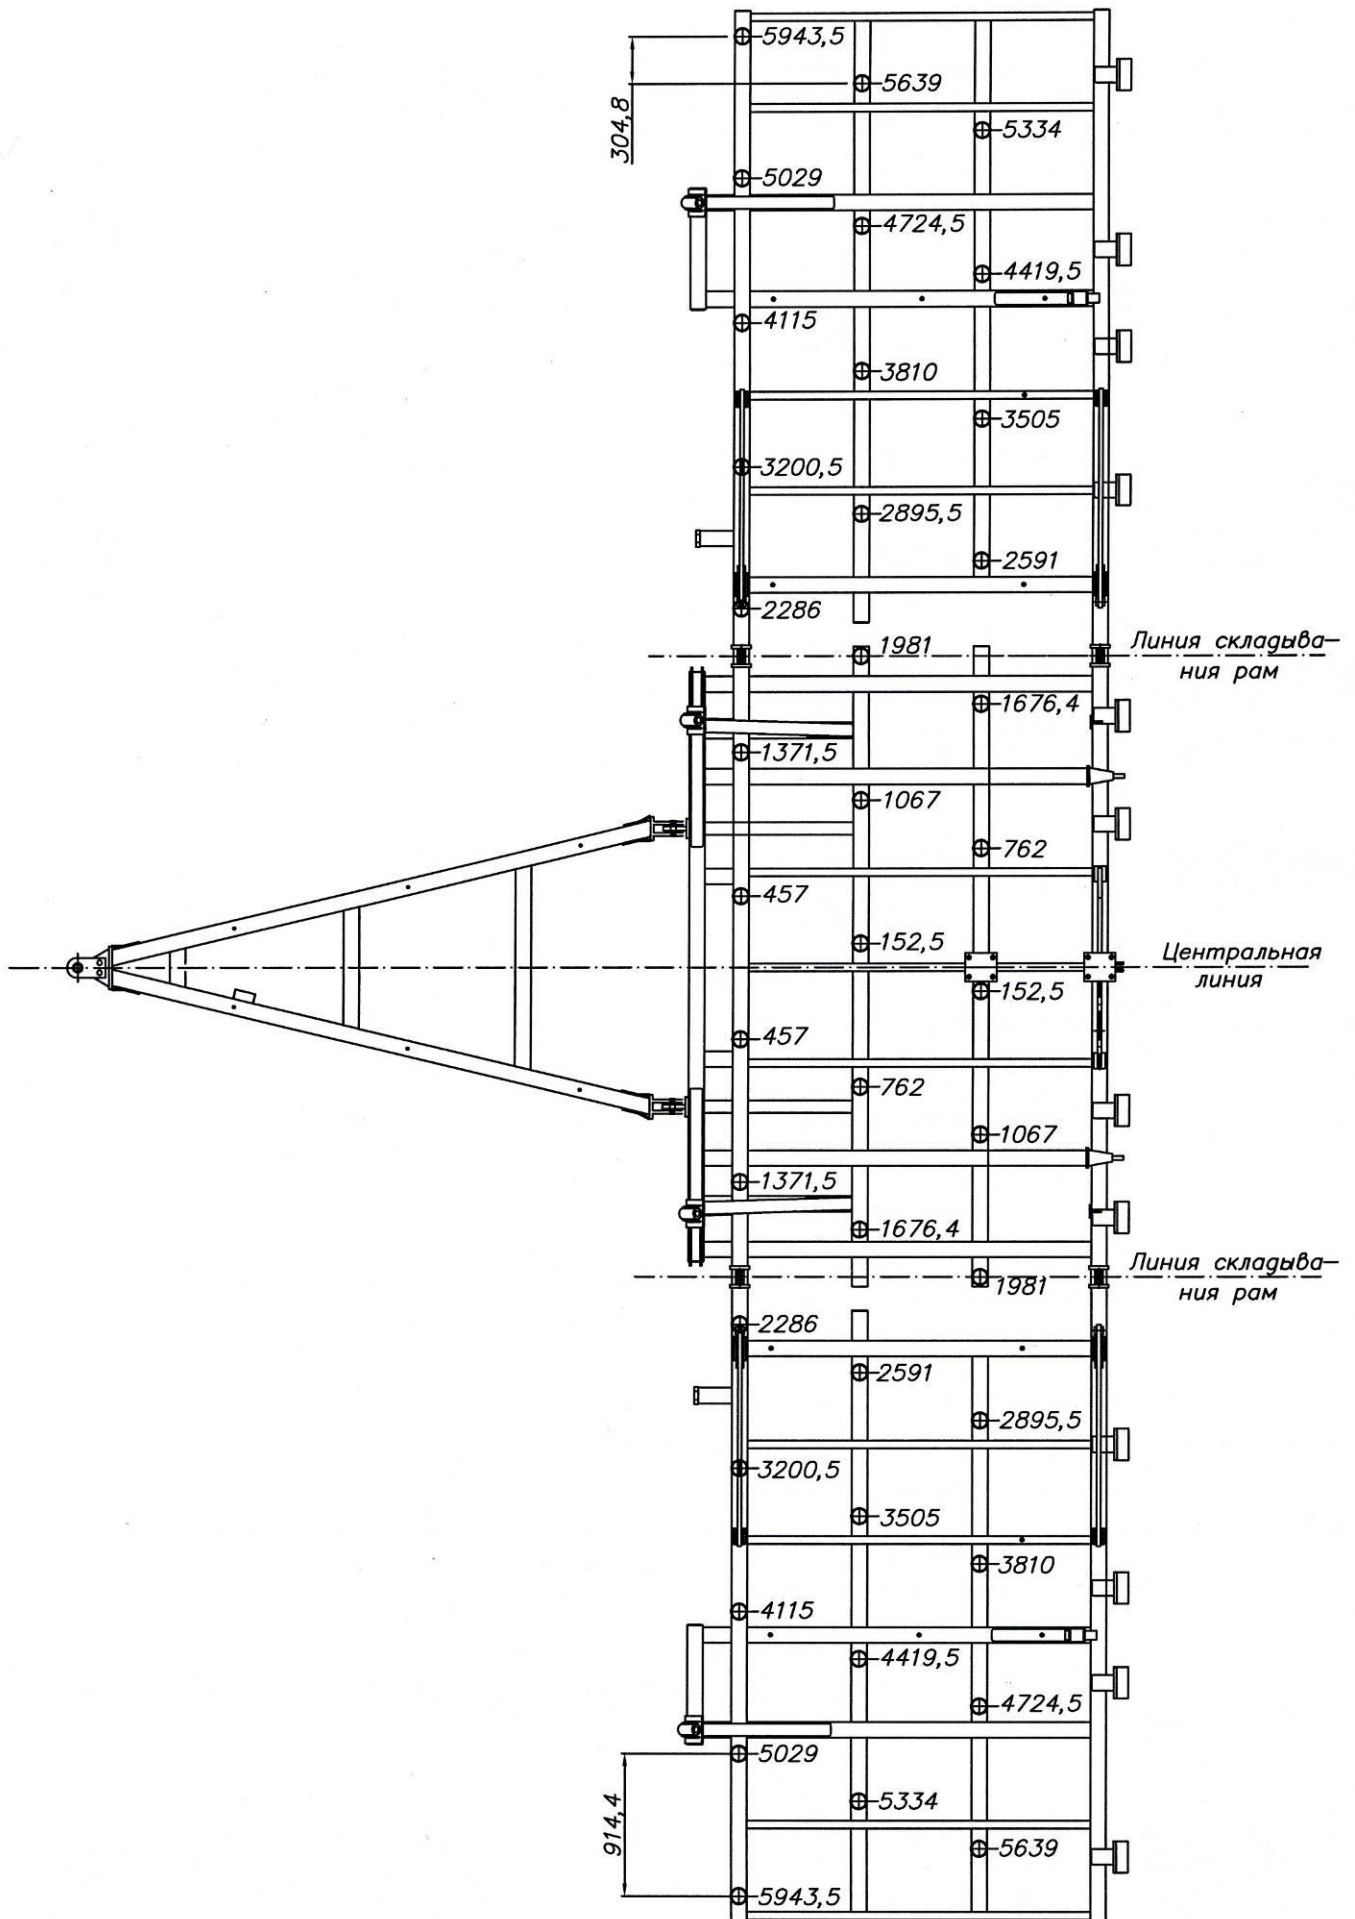

Рис. 4.3.2. Схема размещения стоек (размеры в мм) для культиватора «Кузбасс»
4.3.1. Установочные места стоек сошников определяются путем измерений от центра главной рамы культиватора вправо и влево. Можно пользоваться маркировкой, выполненной в заводских условиях, однако необходимо убедиться в ее правильности, выполнив два-три контрольных замера (см. рис. 4.3.2). Размеры указаны от центров крепежных пластин рабочих органов.